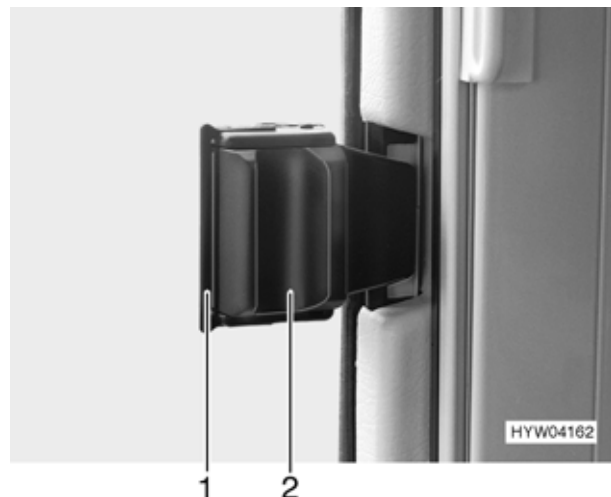

Bild 56 Schiebefenster
- Verriegelung (Bild 56,1) nach vorne ziehen.
- Griff (Bild 56,2) drücken und gleichzeitig nach vorne schieben.